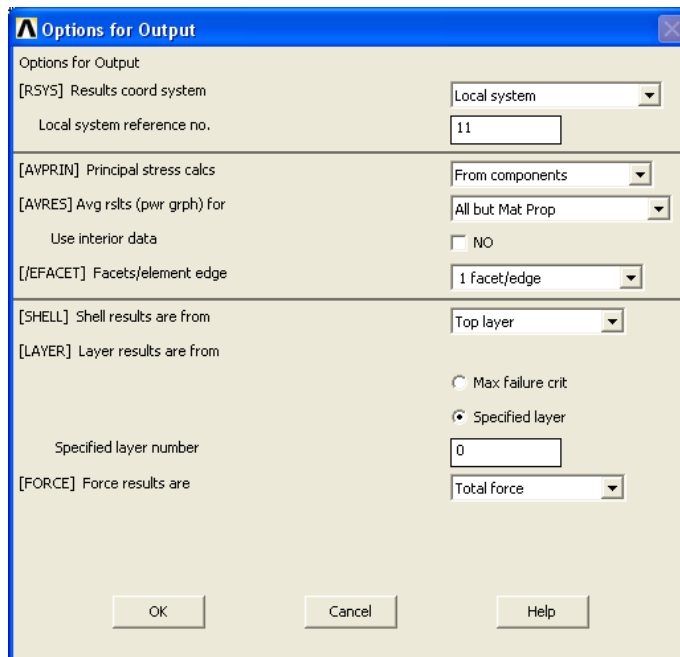

Рис. 7.26 Вывод результатов расчета в цилиндрической системе координат
1. Задайте вывод результатов в цилиндрической системе координат: **General Postproc** → **Options for Outp** - в графе RSYS поставьте Local system и выберите 11 систему координат (см. рис. 7.26).